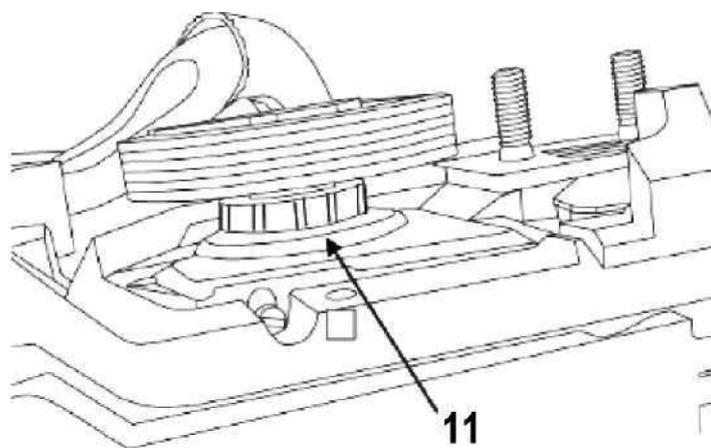
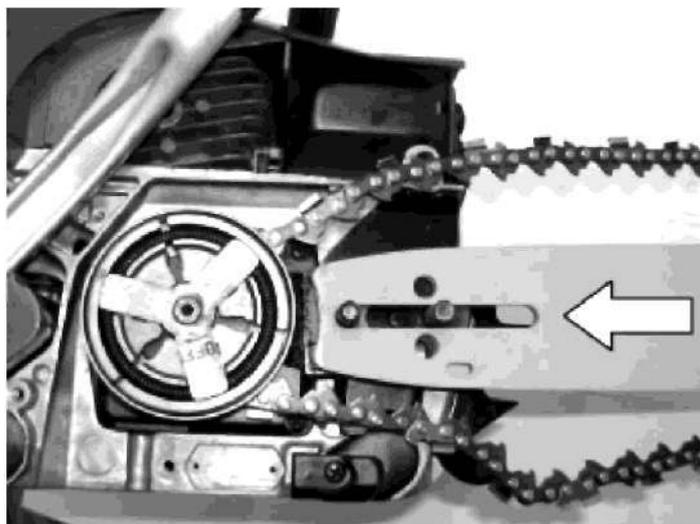

Рисунок 5 - 11-звездочка
Рисунок 6
6. Наденьте цепь на звездочку (рис.5) и, надев цепь на направляющее полотно, установите направляющее полотно на силовой блок (рис.6).